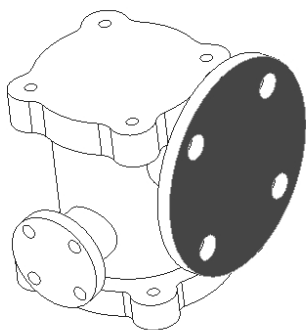
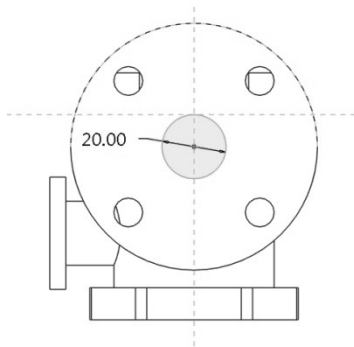

图 4-176 指定拉伸平面 1
图 4-177 拉伸切除剖面 1
(1) 以图 4-176 所示平面为绘图平面, 创建拉伸特征。在操控面板上单击  按钮, 绘制如图 4-177 所示的截面, 单击 ✓ 按钮退出草绘模式。选择拉伸方式为 , 深度为 52, 完成拉伸切除特征的创建;